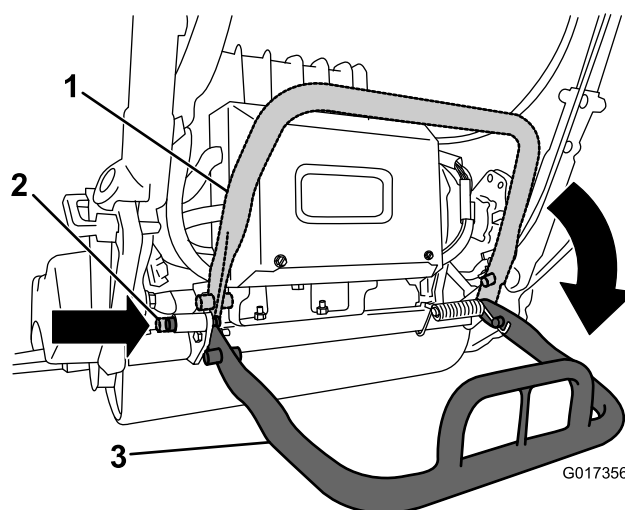

Figura 28
- Per utilizzare il cavalletto durante la rimozione del cilindro, abbassate e premete il perno di bloccaggio per fissare il cavalletto in posizione di servizio (Figura 28).